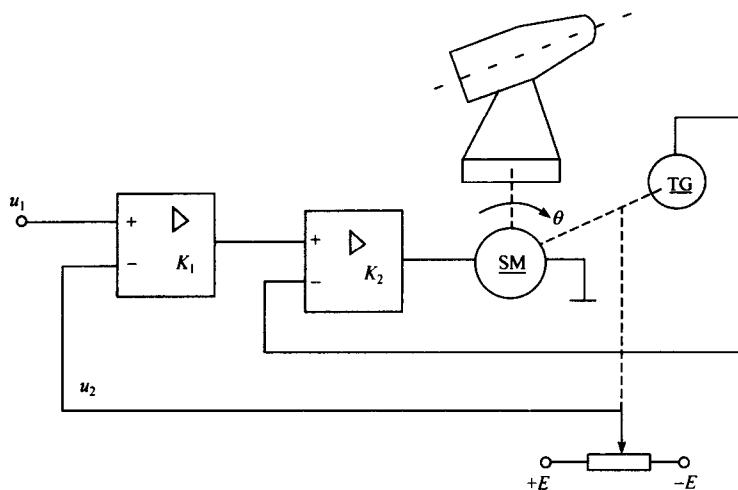

图 1-5 导弹发射架自动定位系统
1. 图 1-5 所示为导弹发射架的自动定位系统。指出参考输入、被控变量、执行元件、测量元件和反馈补偿元件,并绘出系统元件框图。该系统是定值控制系统